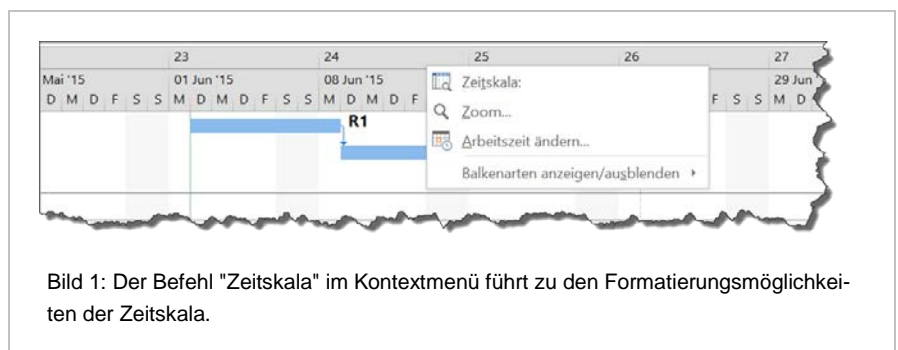

Bild 1: Der Befehl "Zeitskala" im Kontextmenü führt zu den Formatierungsmöglichkeiten der Zeitskala.
Um Kalenderwochen (KW) standardmäßig im Plan darzustellen, gibt es prinzipiell zwei Möglichkeiten: Die Integration der Kalenderwoche als dritte Zeile in der Zeitskala (Bild 1) sowie die Darstellung in einer benutzerdefinierten Spalte der Vorgangstabelle. Letzteres ist vor allem bei Arbeitspaketen mit langer Dauer sinnvoll, weil Sie die Daten dann auf einen Blick sehen und nicht erst in der Zeitskala zum Anfang und Ende des jeweiligen Vorgangs scrollen müssen.
Um in der Zeitskala eine zusätzliche Leiste mit Kalenderwochen anzuzeigen, öffnen Sie zunächst einen Projektplan oder ein leeres Projekt (*Datei / Neu / Leeres Projekt*). Klicken Sie dann mit der rechten Maustaste in die Zeitskala und wählen Sie im Kontextmenü die Option *Zeitskala* (Bild 1). Es öffnet sich das gleichnamige Dialogfenster, in dem Sie alle Formatierungen bzgl. der Zeitskala vornehmen können.